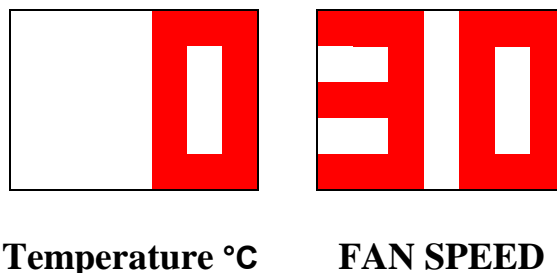

Рисунок 2 – Настройка температуры автоматической работы
- с помощью кнопок 1 и 2 выбрать пункт меню «0» и выставить «температуру автоматической работы» с помощью кнопок 3 и 4. При этом на индикаторе «2» будет отображаться текущее значение температуры, рисунок 2;